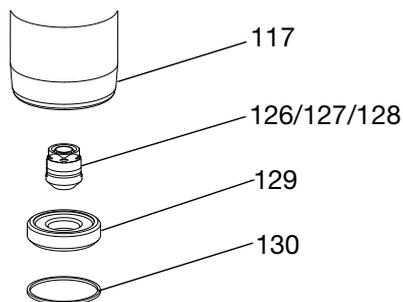

图 14
- 11. 使用 O 形圈剔签，从进料阀罩（117）上卸下密封（130）。丢弃密封件；重装时应使用新的密封件。参见图 14。